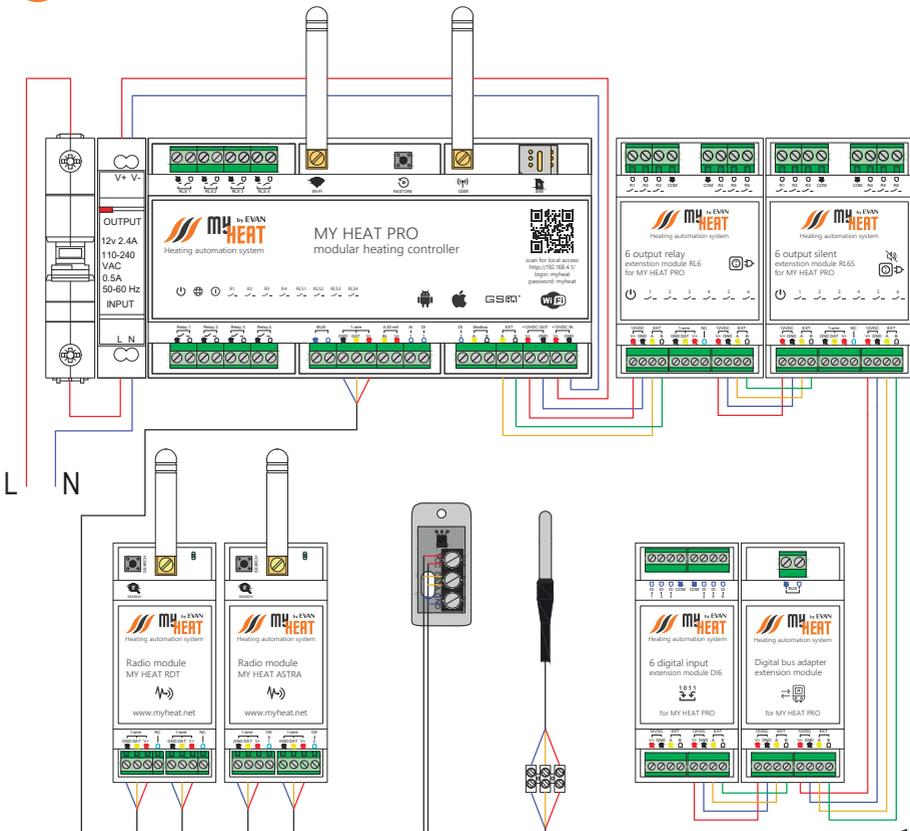

рис. 1
**2** Схема подключения контроллера и блоков расширения (рис. 1)